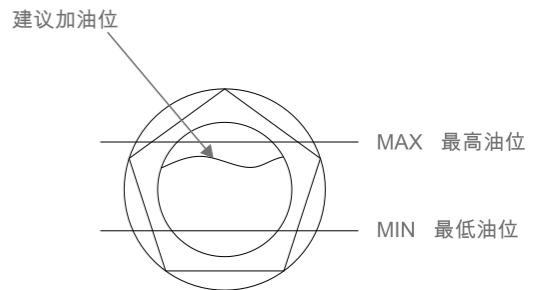

图7
① 泵工作时，泵油液面应始终保持在最低油位线和最高油位线之间（见图7），若液面高度低于最低油位线应及时加油。若液面高度高于最高油位线，应拧开放油塞（图2）放出多余的泵油。
② 观察泵油颜色，正常泵油是清洁和透明的；若泵油颜色变暗或浑浊时需要换油。